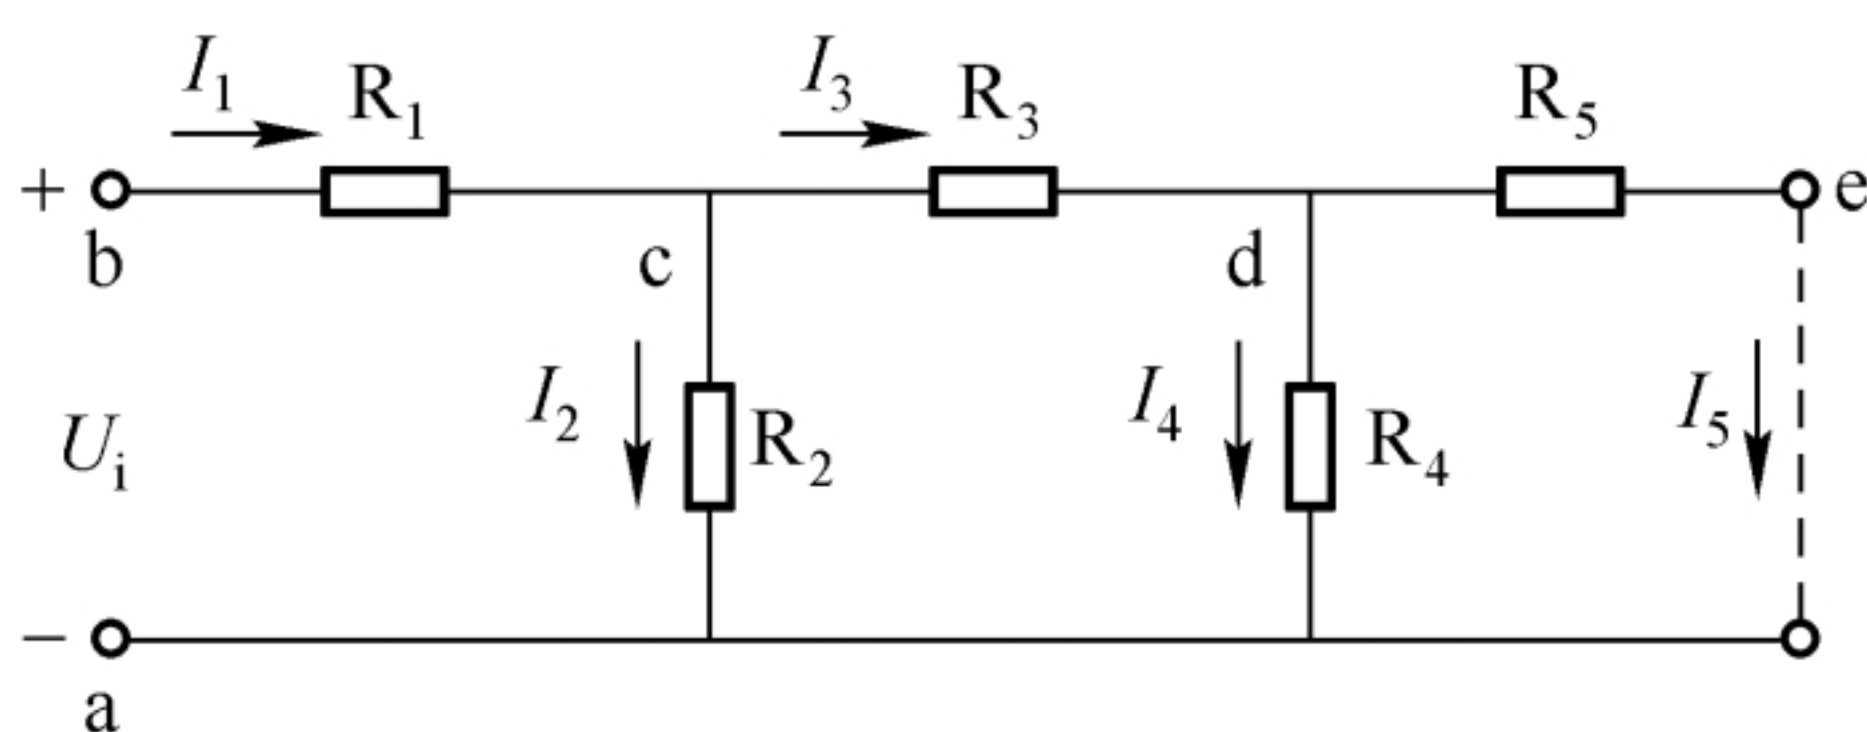

图 1-20 实测电路
(2) 直流电压测量。按图 1-20 所示电路，把电阻连接成串、并联网络。a、b 两端接在可调直流稳压电源的输出端上，输出电压酌情确定。用直流电压表测量串、并联网络中两点间的直流电压，将直流电压测量数据填入表 1-3 中。